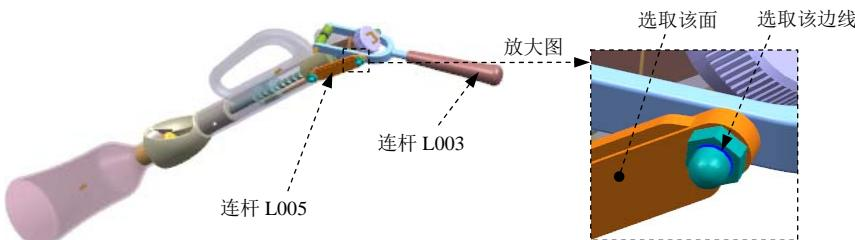

图 10.7.12 定义旋转副（二）
(1) 选择连杆。选取图 10.7.12 所示的连杆 L003。
(2) 定义原点及矢量。在“运动副”对话框的✓ 指定原点下拉列表中选取“圆弧中心”选项，在模型中选取图 10.7.12 所示的圆弧为定位原点参照；选取图 10.7.12 所示的面作为矢量参考面。
(3) 添加啮合连杆。在“运动副”对话框的**基本**区域中选中啮合连杆复选框，单击选择连杆 (0)，选取图 10.7.12 所示的连杆 L005。
(4) 定义啮合连杆原点及矢量。在“运动副”对话框**基本**区域的✓ 指定原点下拉列表中选取“圆弧中心”选项，在模型中选取图 10.7.12 所示的圆弧为定位原点参照；选取图 10.7.12 所示的面作为矢量参考面。
(5) 单击应用按钮，完成第三个运动副的添加。